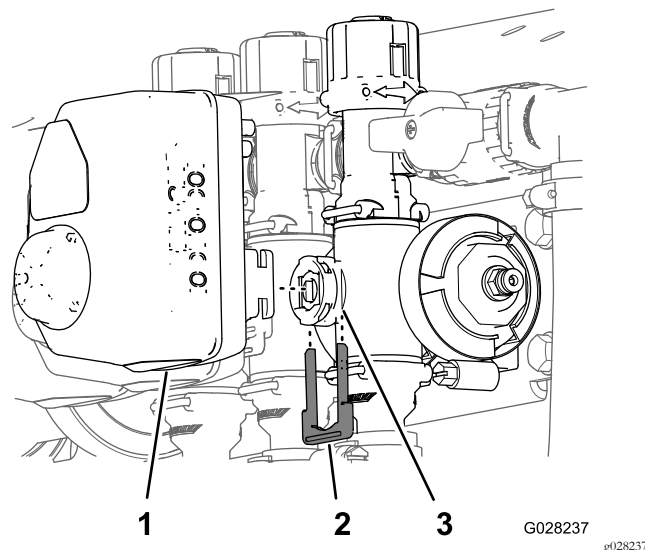

Рисунок 111
3. Снимите держатель, который крепит привод к коллекторному клапану регулирования расхода, перемешивания, главному клапану стрелы или клапану секции стрелы (Рисунок 111).